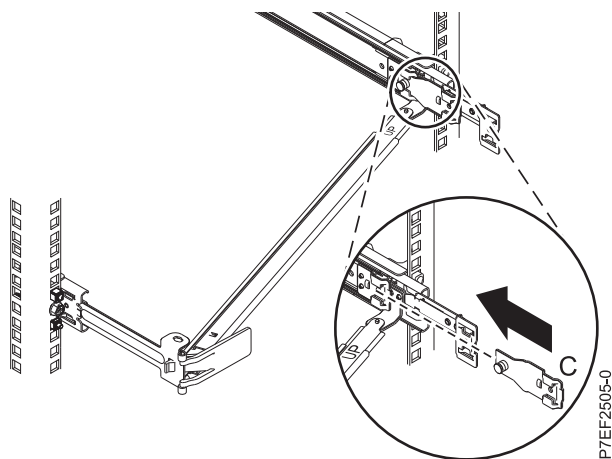

図 14. 取り付け金具をスライド・レールに取り付ける
6. ケーブル・マネージメント停止ブラケット (B) を右側スライドの内側のスロットに取り付けます。停止ブラケット (B) をスライド・レールに滑り込ませ、バネ式のピンが所定の位置に収まるまでスライドさせます。詳しくは、11 ページの図 14 を参照してください。